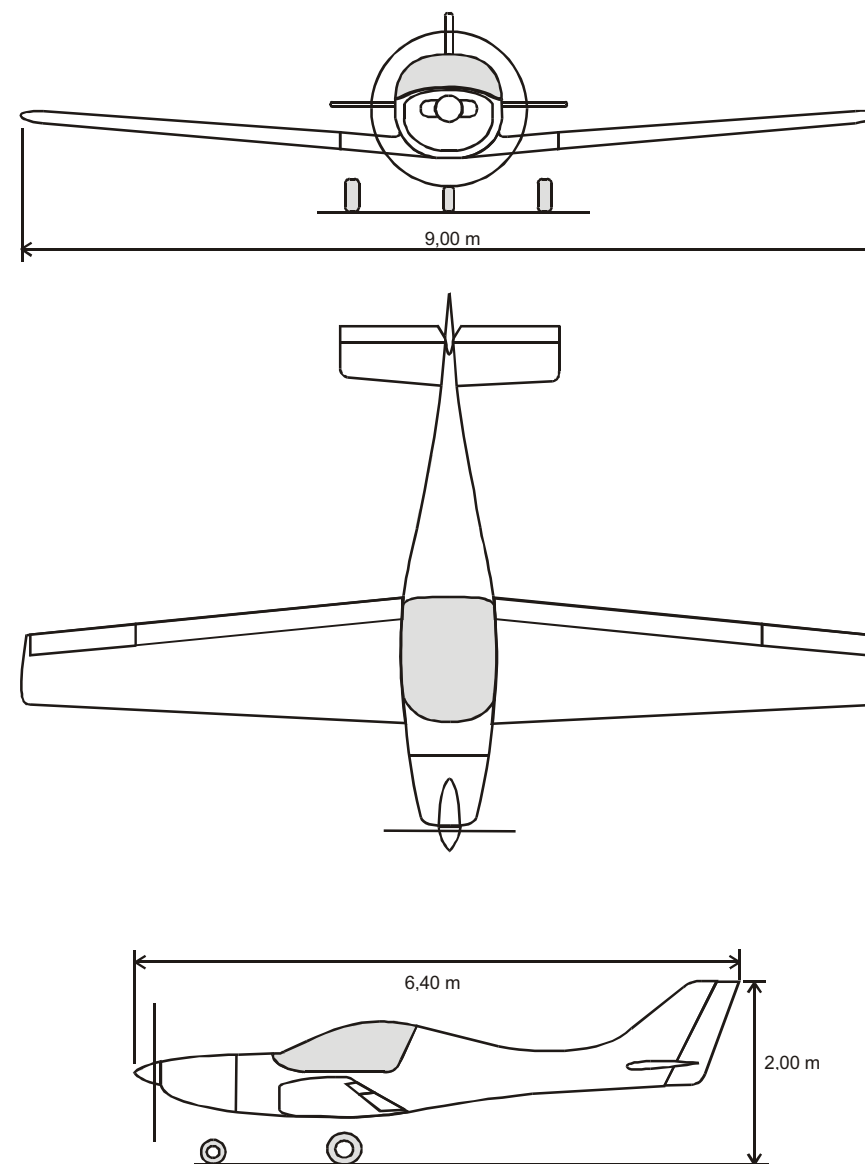

Bild 1: Dreiseitenansicht *DYNAMIC* mit Hauptmaßen
**TECHNISCHE DATEN** (siehe auch Bild 1)